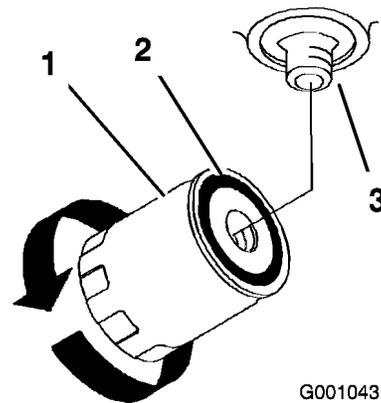

Figure 69
- Appliquez une fine couche d'huile propre sur le joint en caoutchouc du filtre de rechange (Figure 69).
l'adaptateur du filtre. Serrez ensuite le filtre de 1/2 tour supplémentaire (Figure 69).